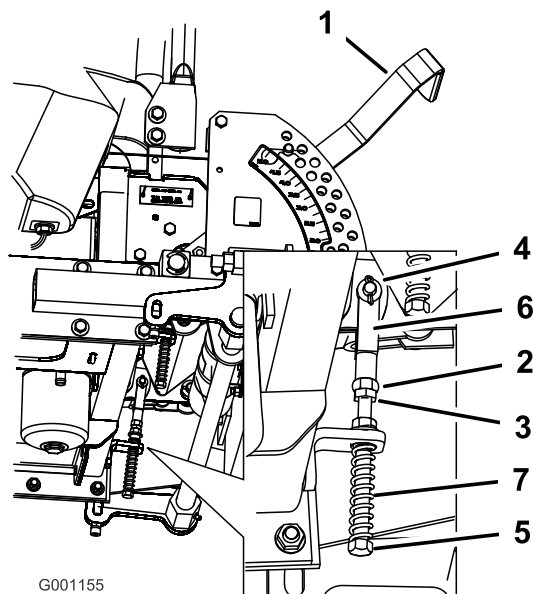

Figura 93
8. Se occorre regolare, allentate il dado e il controdado contro la forcella (Figura 93).
9. Premendo leggermente indietro la leva di controllo del movimento, girate la testa del bullone di regolazione nella direzione opportuna finché la leva di controllo non si trova al centro, in posizione di BLOCCO IN FOLLE (Figura 93).
10. Serrate il dado e il controdado (Figura 93).